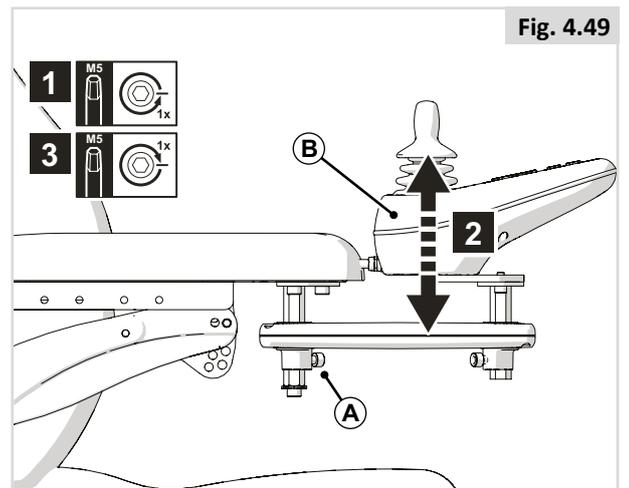
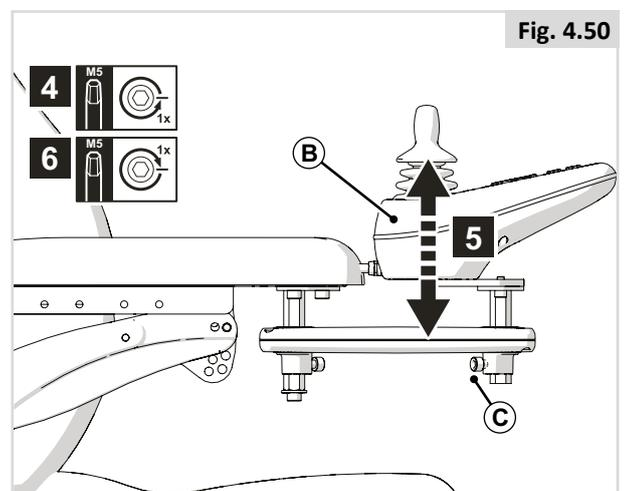

Fig. 4.49
Fig. 4.50
1. Desserrez (A).
2. Réglez (B) à la position désirée.
3. Resserrez (A).
Hauteur du boîtier de commande (1) (Fig. 4.49)
Hauteur du boîtier de commande (2) (Fig. 4.50)